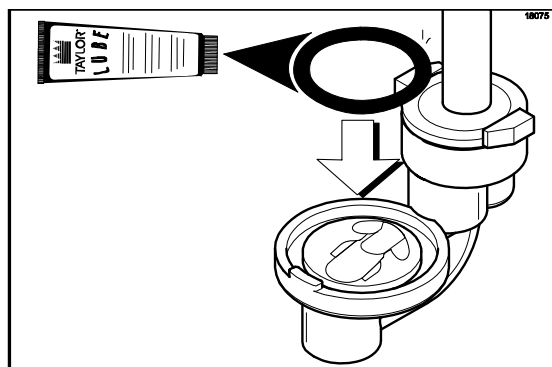

Рисунок 94
9. Смажьте и установите в корпус клапана кольцевой уплотнитель на 1-5/16 дюйма. (См. рис. 94)